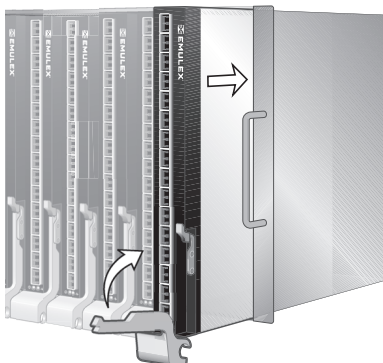

**Rysunek 1. Usuwanie zalepka**
1. Usu zalepek z wtyków zcza w tylnej czci moduu przekazujcego, jak pokazano na Rysunek 1, Usuwanie zalepka.